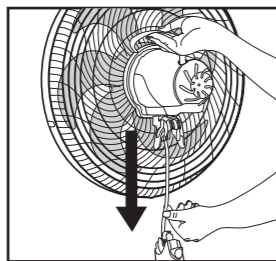

Figura 1
1. Retire o aparelho da caixa, segurando com uma mão o produto pela alça (número 11 da imagem "Modelo Mesa") de transporte e com a outra mão, segure a base do produto. Após retirar da caixa, continue segurando o produto pela alça de transporte e com a outra mão, com cuidado, empurre o cabo de ligação para baixo de acordo com a figura 1, para não forçar o mesmo que une as duas partes.
2. Introduza o cabo de ligação totalmente na base, como indicada na figura 1. Caso o cabo de ligação esteja torcido, destorça-o cuidadosamente antes de introduzi-lo, mantendo parado o motor e girando a base de apoio (desmontável).